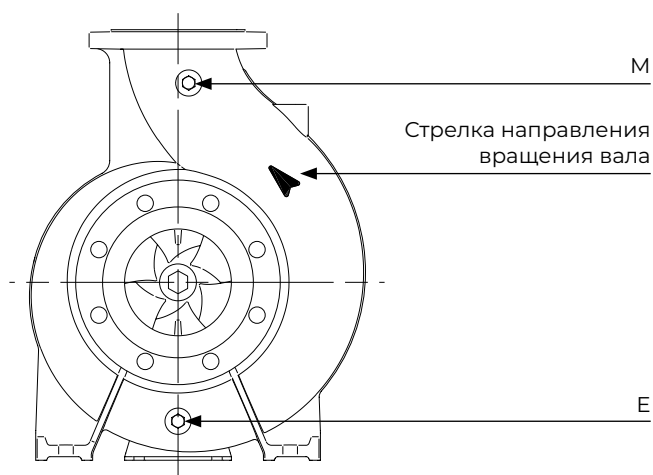

Рис. 13 Сливная пробка (Е) и пробка для выпуска воздуха (М)
2. Ослабьте пробку для выпуска воздуха (*M*, рис. 13). Как только из клапана начала выходить жидкость, закройте его.
2. Удалите пробку для выпуска воздуха (М, рис. 13).
1. Закройте запорную арматуру в напорном трубопроводе и затяните резьбовые пробки Е и М, см. рис. 13.
Стрелки на корпусе двигателя показывают правильное направление вращения. Если смотреть со стороны всасывающего фланца, вал должен вращаться против часовой стрелки (см. рис. 13).
Для слива из насоса перекачиваемой жидкости необходимо отвернуть сливную пробку (E), см. рис. 13.